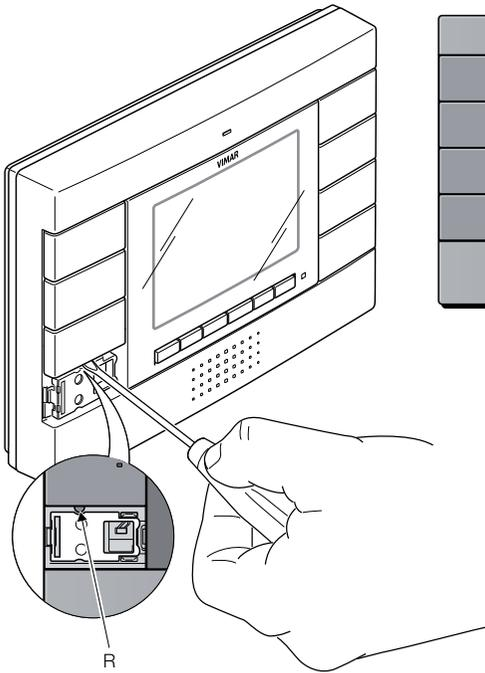

Figure 11
- Appuyer rapidement avec un tournevis ou un ustensile le bouton **R** en-dessous de la **touche D** (figure 11);